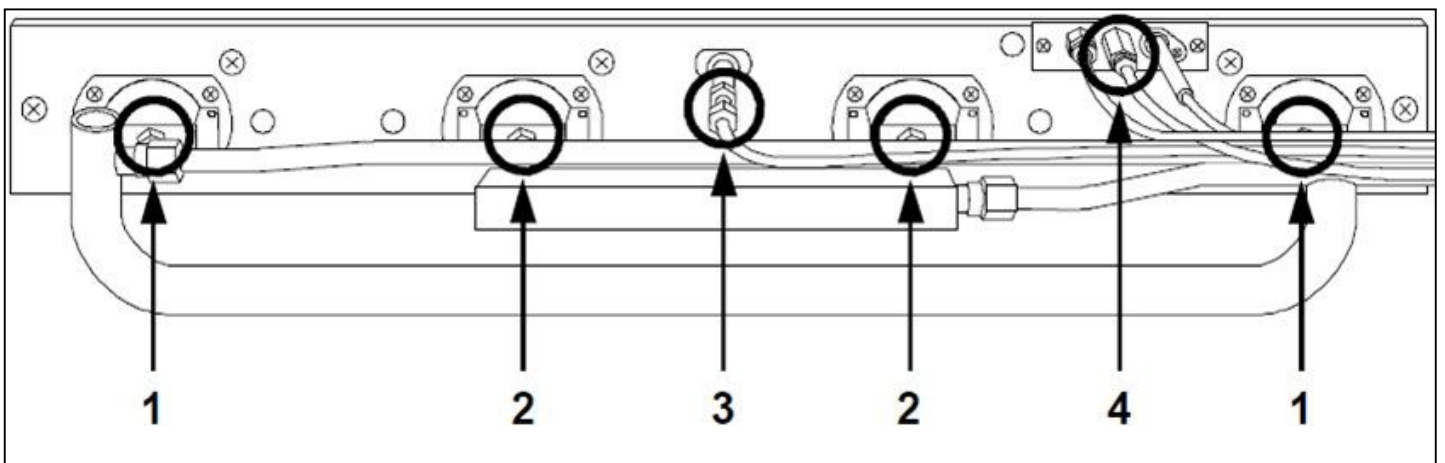

FIG.8
Reemplace el inyector (fig.8-ref.3) como se indica en la tabla de datos técnicos para el modelo de horno adquirido.
Desenroscar el racor (fig.8-ref.4) y sustituir el inyector por el inyector adecuado como se indica en la tabla de datos técnicos del modelo de horno.